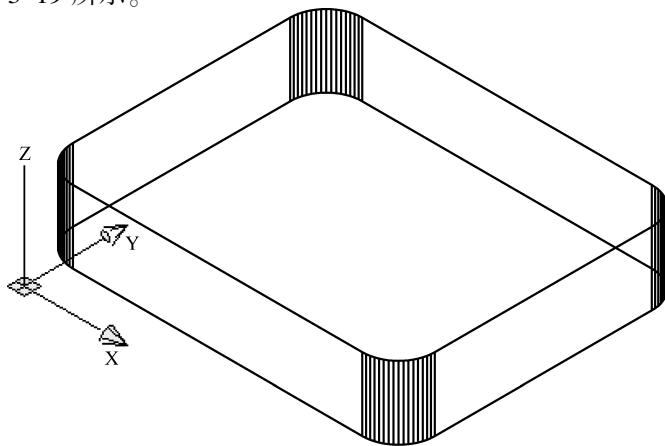

图 3-19 绘制带标高、厚度的圆角矩形
【例 3-7】 绘制一个标高为 10，厚度为 20，圆角半径为 R10，大小为 100×80 的矩形，如图 3-19 所示。
2) 在【指定第一个角点或 [倒角 (C) → 标高 (E) → 圆角 (F) → 厚度 (T) → 宽度 (W)]:】提示下输入 E, 创建带标高的矩形。
4) 在【指定第一个角点或 [倒角 (C) → 标高 (E) → 圆角 (F) → 厚度 (T) → 宽度 (W)]:】提示下输入 T, 创建带厚度的矩形。
6) 在【指定第一个角点或 [倒角 (C) → 标高 (E) → 圆角 (F) → 厚度 (T) → 宽度 (W)]:】提示下输入 F, 创建圆角矩形。
8) 在【指定第一个角点或 [倒角 (C) → 标高 (E) → 圆角 (F) → 厚度 (T) → 宽度 (W)]:】提示下输入 (0, 0), 指定矩形第一个角点。
9) 在【指定另一个角点或 [面积 (A) → 寸 (D) → 转 (R)]:】提示下输入 (100, 80), 指定矩形的对角点。
10) 在快速访问工具栏选择【显示菜单栏】命令, 在弹出的菜单中选择【视图】→【三维视图】→【东南等轴测】命令, 查看绘制好的三维图形, 效果如图 3-19 所示。